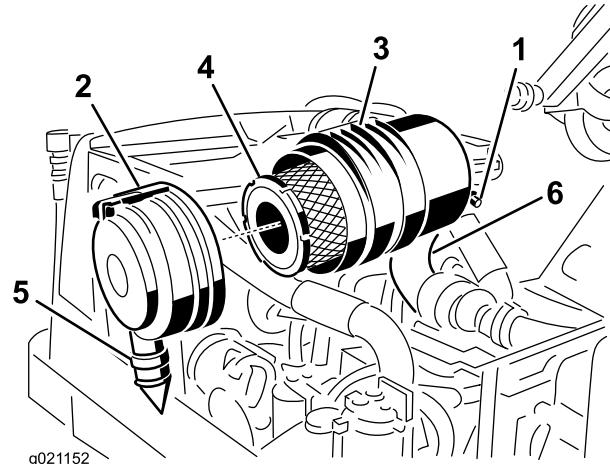
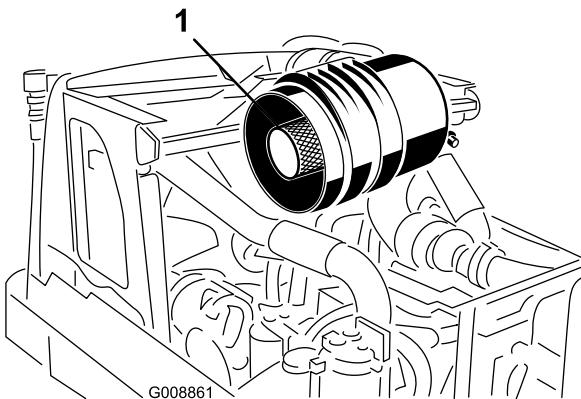

Figure 59
Figure 60
- Tirez le verrou vers l'extérieur et tournez le couvercle du filtre à air dans le sens antihoraire (Figure 59).
- Enlevez l'élément principal (Figure 59). Il est déconseillé de nettoyer les éléments usagés car cela risque d'endommager le matériau du filtre. Vérifiez que le filtre de rechange n'a pas été endommagé pendant le transport. Vérifiez l'extrémité d'étanchéité du filtre et du corps. N'utilisez pas l'élément s'il est endommagé. N'enlevez pas l'élément de sécurité (Figure 60).
Important: N'essayez jamais de nettoyer l'élément de sécurité (Figure 60). Remplacez-le une fois sur trois, quand vous effectuez l'entretien de l'élément principal.
3. Remplacez l'élément principal (Figure 59).
6. Montez le couvercle en dirigeant la valve de sortie en caoutchouc (Figure 59) vers le bas, entre 5:00 et 7:00 heures environ vu de l'extrémité. Fermez le verrou.